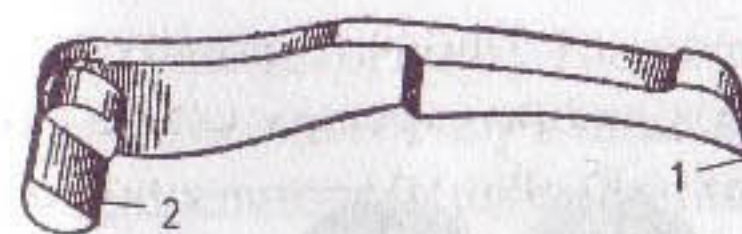

Рис. 27. Собачка:
*Собачка-храповик* (рис. 27, 28) удерживает барабан от обратного вращения влево при спущенном курке, поворачивает барабан на  $\frac{1}{7}$  часть его окружности при взведении курка и подает барабан в переднее положение при взведенном курке. Собачка-храповик своей осью помещается в отверстии спускового крючка; конец оси наполовину срезан для прилегания к нему нижнего пера боевой пружины.